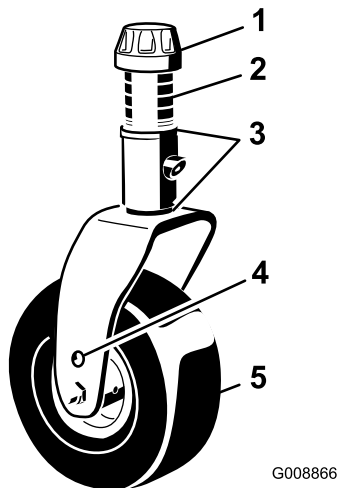

Figure 3
2. Placez les essieux des roues pivotantes dans les mêmes trous sur les deux fourches. Pour choisir les trous correspondants au réglage, reportez-vous à la Figure 3.
3. Enlevez le chapeau de tension de l'axe de pivot (Figure 3) et sortez l'axe du bras pivotant. Remplacez les 2 cales (3 mm) sur l'axe de pivot dans leur position d'origine. Elles sont requises pour que les plateaux de coupe soient parfaitement de niveau sur toute la largeur. Placez le nombre requis d'entretoises de 13 mm sur l'axe de pivot pour obtenir la hauteur de coupe voulue, puis ajoutez la rondelle.